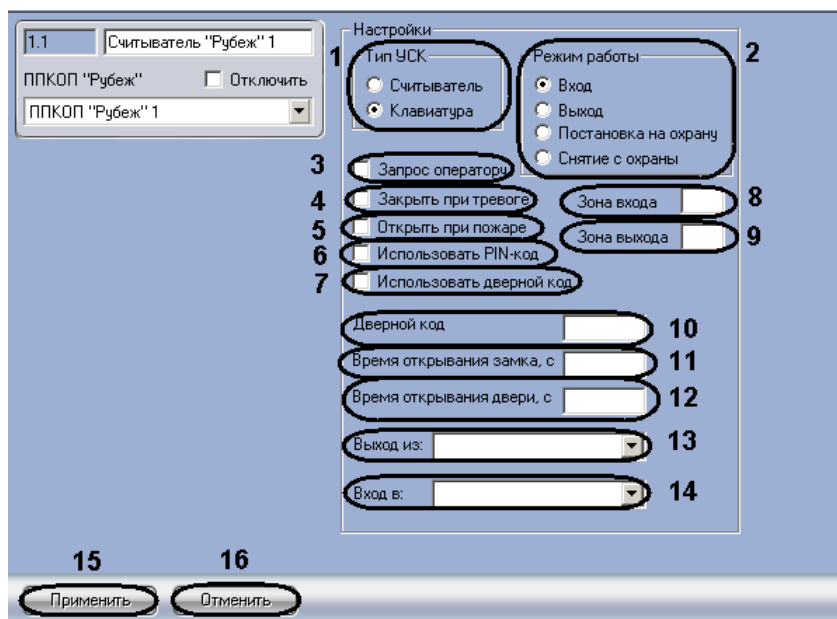

Рис. 3.5-2 Настройка считывателя
1. Перейти на панель настроек объекта **Считыватель “Рубеж”** (Рис. 3.5-2).
- В поле **Тип УСК** установить переключатель в положение соответствующее используемому типу устройства считывания кода (см. Таб. 3.5-1, Рис. 3.5-2, 1).
- В поле **Режим работы** установить переключатель в положение соответствующее режиму работы данного считывателя (см. Таб. 3.5-2, Рис. 3.5-2, 1).
- Установить флажок **Запрос оператору**, если необходимо посылать запрос оператору для подтверждения открытия двери (см. Рис. 3.5-2, 3).
- Установить флажок **Закреть при тревоге**, если необходимо закрывать дверь при срабатывании тревожной сигнализации (см. Рис. 3.5-2, 4).
- Установить флажок **Открыть при пожаре**, если необходимо открывать дверь при фиксировании пожарной тревоги (см. Рис. 3.5-2, 5).
- Установить флажок **Использовать PIN-код**, если необходимо использовать ввод PIN-кода (см. Рис. 3.5-2, 6).
- Установить флажок **Использовать дверной код**, если необходимо использовать ввод кода считывателя (см. Рис. 3.5-2, 7).
9. В поле **Зона входа** ввести номер охранной зоны прибора *Рубеж-07*, куда входит пользователь через данный считыватель (см. Рис. 3.5-2, **8**).
10. В поле **Зона выхода** ввести номер охранной зоны прибора *Рубеж-07*, откуда выходит пользователь через данный считыватель (см. Рис. 3.5-2, **9**).
11. В поле **Дверной код** ввести код считывателя (см. Рис. 3.5-2, **10**).
12. В поле **Время открывания замка** установить значение в секундах, определяющее временной интервал удержания замка в открытом состоянии при срабатывании считывателя (см. Рис. 3.5-2, **11**).
13. В поле **Время открывания двери** установить значение в секундах, определяющее временной интервал удержания двери в открытом состоянии, после которого генерируется сигнал **Удержание двери** (см. Рис. 3.5-2, **12**).
14. Из раскрывающегося списка **Вход в:** выбрать объект **Раздел**, соответствующий территории, расположенной со стороны выхода через считыватель (см. Рис. 3.5-2, **13**).
15. Из раскрывающегося списка **Выход из:** выбрать объект **Раздел**, соответствующий территории, расположенной со стороны входа через считыватель (см. Рис. 3.5-2, **14**).
16. Для сохранения изменений нажать кнопку **Применить** (см. Рис. 3.5-2, **15**).
*Примечание. Для отмены внесенных изменений необходимо нажать кнопку **Отмена** (см. Рис. 3.5-2, **16**).*